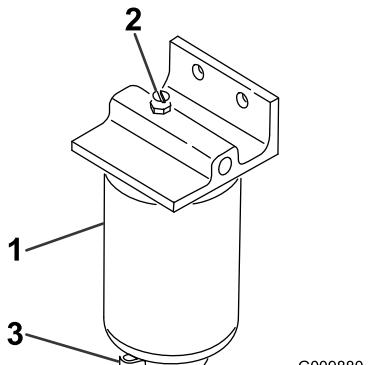

Рисунок 55
- Открутите сливной кран в днище стакана фильтра (Рисунок 55).
1. Очистите область крепления стакана фильтра (Рисунок 55).